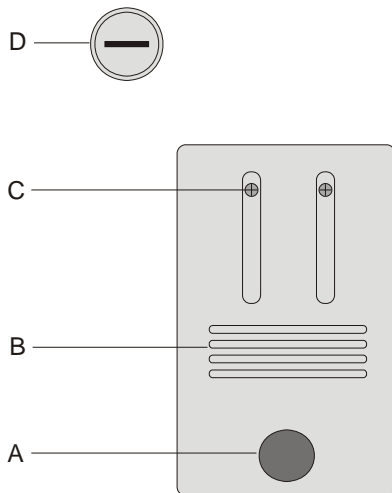

Fig. 1 Coperchio del vano lampadina: A vite a testa zigrinata, B fessure di ventilazione, C viti di fissaggio del portalampada, D Portafusibili
- Allentare le viti C del vano lampadina e spostarle verso l'esterno in modo che si trovino nella posizione indicata in Fig. 1.